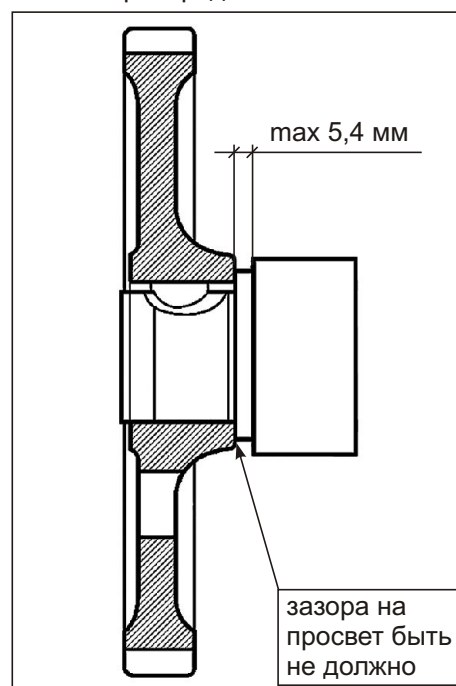

Рис. 46. Контроль вала распределительного.
4. Проконтролировать зазор в трех точках между торцом опорной шейки вала распределительного и торцом ступицы шестерни, который должен быть не более 5,4 мм (см. Рис. 46).